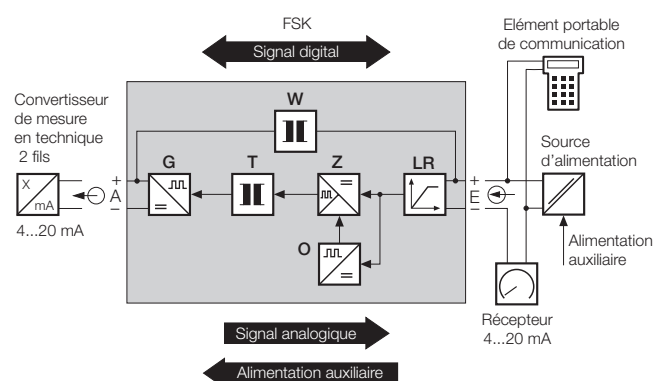

Fig. 3. Schéma fonctionnel.
Le séparateur galvanique comporte les sous ensembles suivants: régulateur transversal (LR), onduleur (Z), étage de séparation (T), redresseur (G), oscillateur (O) et transformateur W (voir Fig. 3). (E) signifie signal d'entrée et (A) signifie signal de sortie. Dans ce cas de figure, le sens de l'alimentation auxiliaire fixe la référence pour l'entrée.
L'alimentation auxiliaire peut provenir depuis un récepteur actif (indicateur, enregistreur, détecteur de seuil, régulateur avec source d'alimentation auxiliaire pour convertisseur en technique 2 fils, SPS, PLC, automate programmable etc.) ou depuis une source d'alimentation en série avec un récepteur passif (voir Fig. 3).